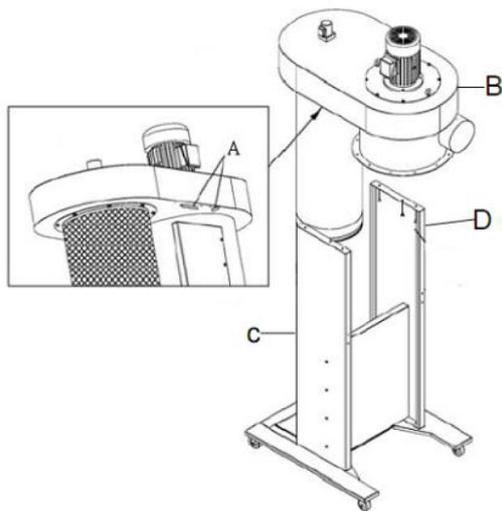

Abb. 7: Hauptgehäuse und Untergestell montieren
Schritt 7: Heben Sie das Gehäuse (B, Abb.7) mit Hilfe weiterer Personen auf das Untergestell und Befestigen Sie das Gehäuse an der linken und rechten Seitenwand (C und D, Abb.7).